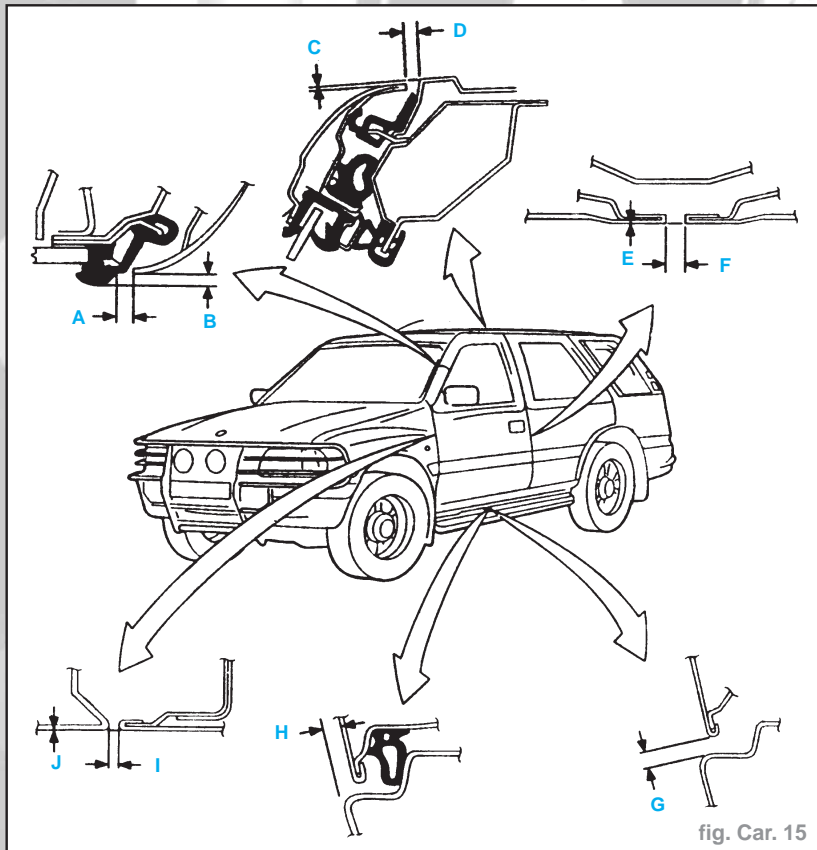

fig. Car. 15
- Mesures d'écartement porte (fig. Car. 15) :